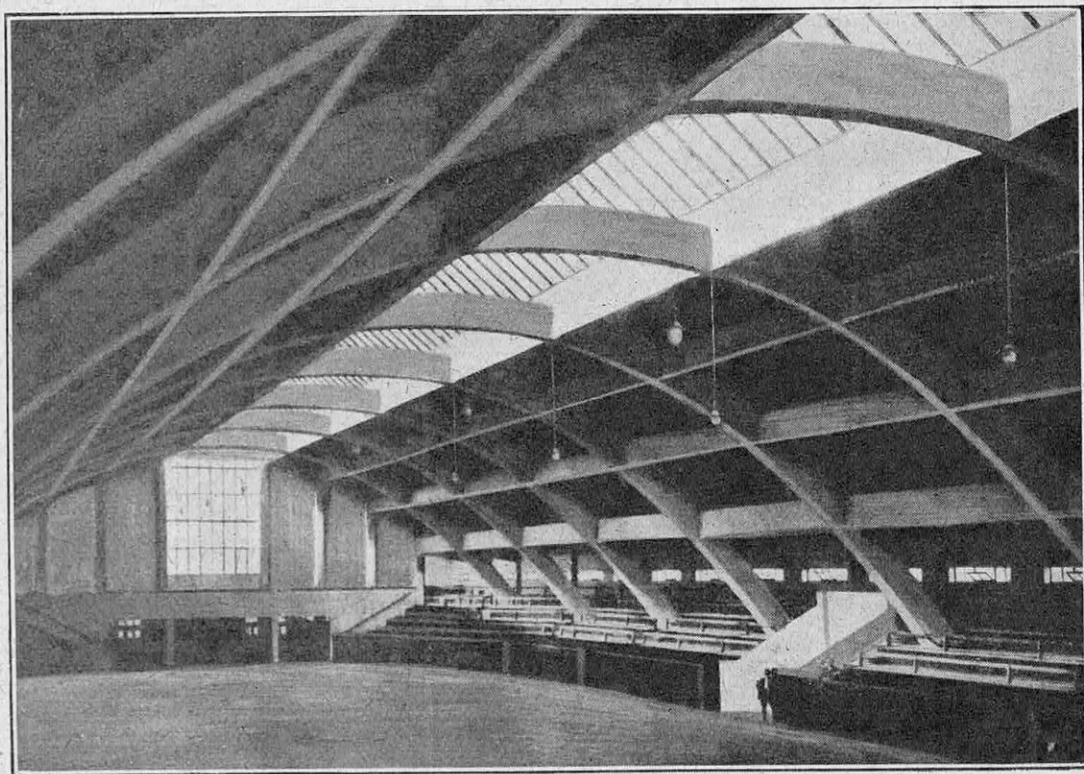
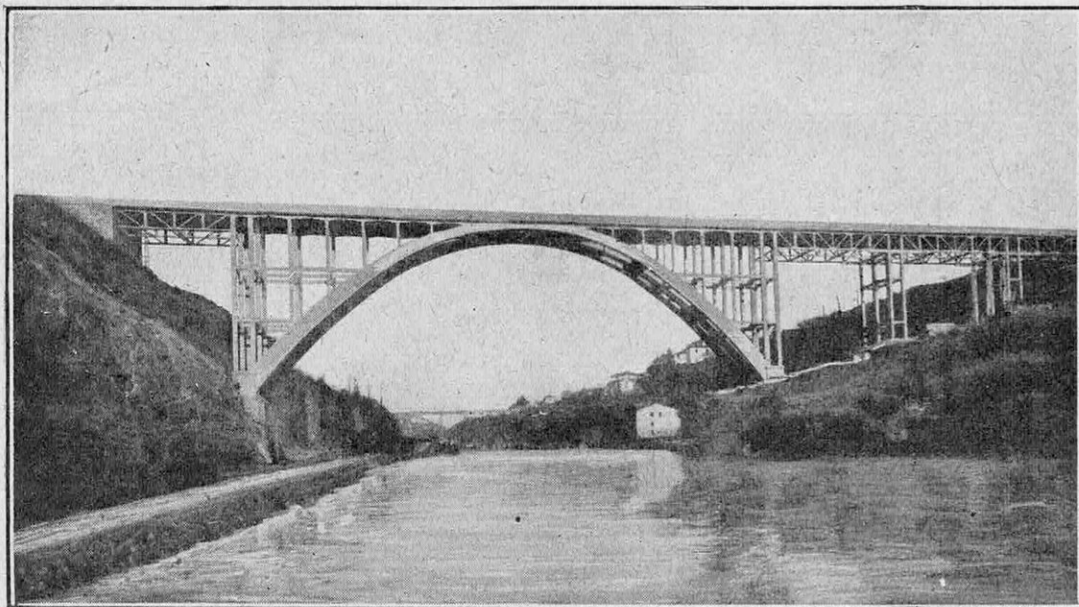

FIG. 7. — VUE INTÉRIEURE DU HALL DU MARCHÉ AUX BESTIAUX DE MAGDEBOURG (ALLEMAGNE) ENTIÈREMENT CONSTRUIT EN BÉTON ARMÉ
FIG. 8. — PONT SUR L'ADDA, ROUTE DE MILAN A BERGAME (ITALIE), EN BÉTON ARMÉ
Heureusement, l'ingénieur a déjà réalisé avec le nouveau matériau des choses incontestablement belles. Dans l'élégante nudité de leurs formes calculées mathématiquement, de grands hangars sont beaux (1) (fig. 7), comme le sont beaucoup de ponts (2), de halls en béton armé (fig. 8). Et l'on construit, surtout dans les régions de l'Eu-